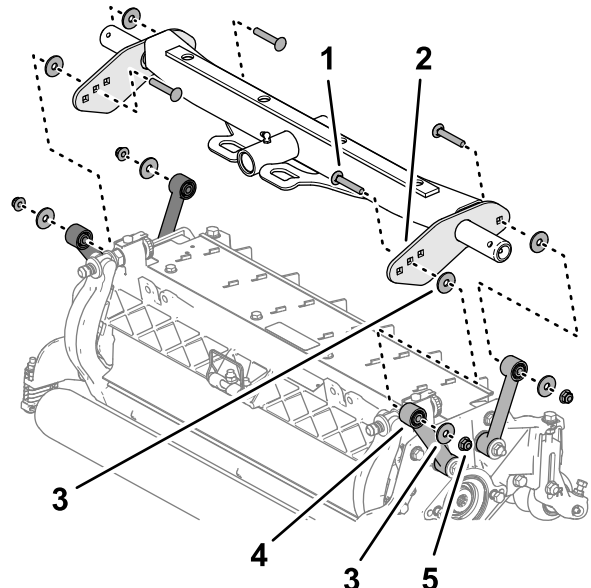

Figura 18
2. Allineate una rondella tra la piastra portante e il giunto (Figura 18) e assemblate senza serrare le piastre e il distanziale con un bullone a testa tonda ( $\frac{3}{8}$ " x  $2\frac{1}{4}$ " ), una rondella e un dado di bloccaggio flangiato ( $\frac{3}{8}$ " ).